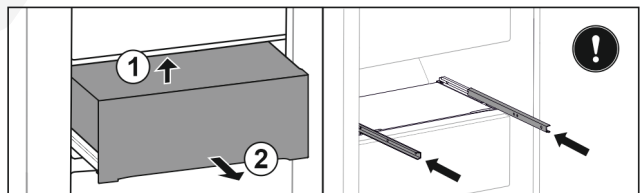

Fig. 99
- ▶ Emelje meg alulról a fiók hátulját. Fig. 99 (1)
- ▶ Vegye ki a fiókot előre felé. Fig. 99 (2)